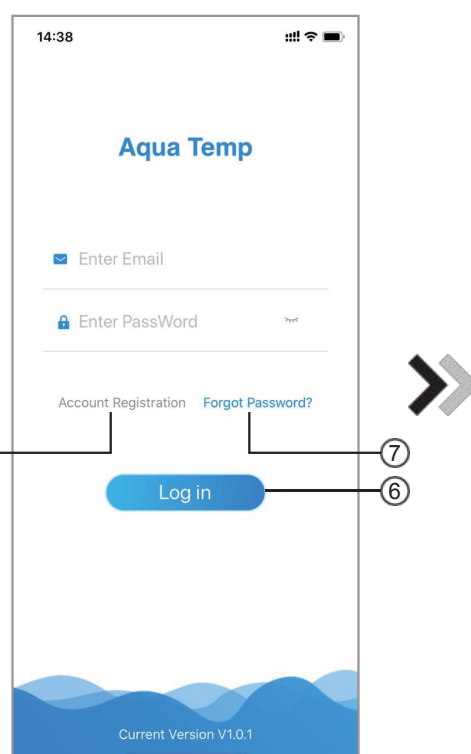
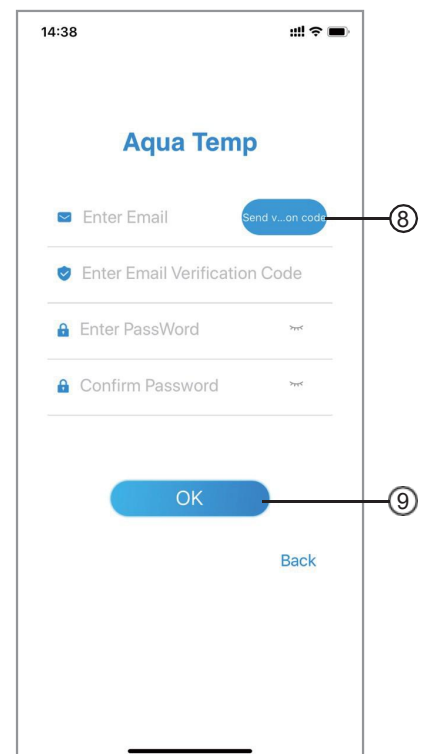

Fig.1 Inloggningsgränssnitt
Fig.3 Glömt lösenordsgränssnitt
1. Konto registrering: Om du vill registrera ett konto klicka på ① (Fig.1) för att hoppa till konto registrering, fyll i relevant information och klicka på ② för att ta emot en verifierings kod, medan applikationen är klar klicka ③ för att läsa informationen om sekretesspolicyn och klicka ④ för att acceptera, klicka på ⑤ , registreringen är slutförd.
2. Logga in: Följ anvisningarna på sidan (Fig.1), ange din registrerade e-postadress och lösenord, klicka på ⑥ och hoppa till enhets lista;
3. Glömt lösenord: Klicka på ⑦ (Fig.1) , hoppa till gränssnittet glömt lösenord (Fig. 3). Följ instruktionerna på sidan, fyll i relevant information, klicka på ⑧ för att ta emot verifierings kod i din e-post, klicka på ⑨ för att bekräfta sedan är lösenordet återställt.